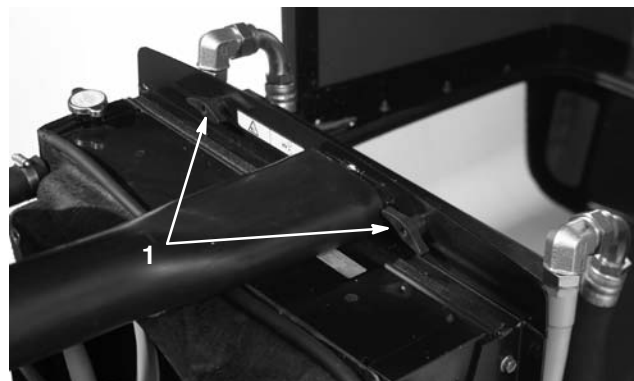

Figure 50
2. Enlevez les boutons (Fig. 50) qui fixent le refroidisseur d'huile au châssis.